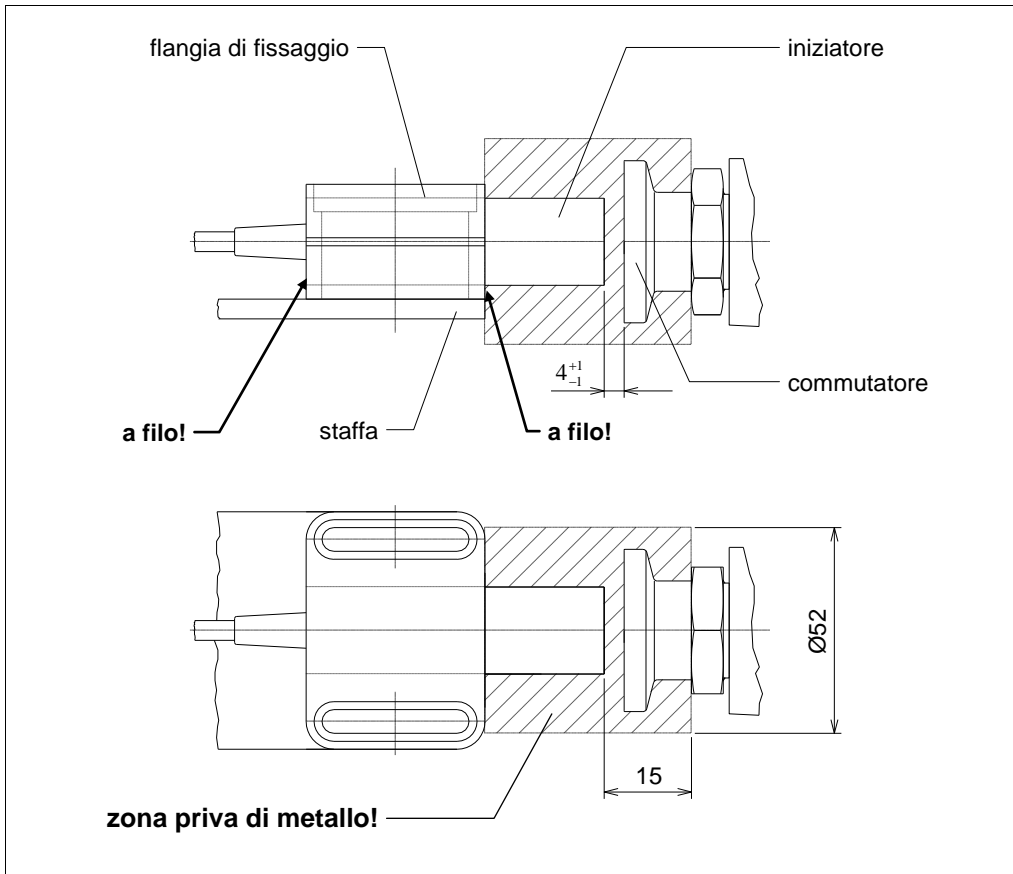

Figura 6
- Considerare la zona priva di metallo (15 mm) attorno alla testa dell'iniziatore (Figura 6)!